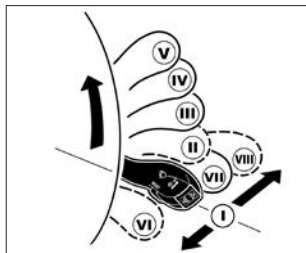

Рис. 33. Рычаг переключателя стеклоочистителей
**I** (рис. 33) – **нейтральное положение**. Очистители и омыватели стекол выключены.